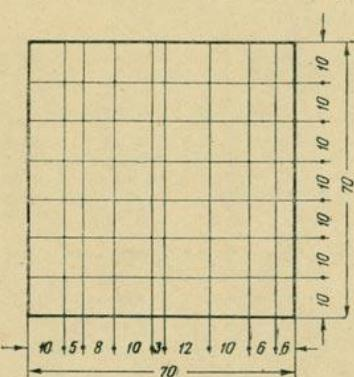

Рис. 9. Разметка пластиинки
5. Пользуясь линейкой и угольником, на стальной пластинке размером  $100 \times 100 \times 2$  мм произвести разметку, показанную на рис. 9. Разметку вести в такой последовательности:
д) разделить одну сторону квадрата на семь частей, а другую на девять по размерам, указанным на рис. 9.